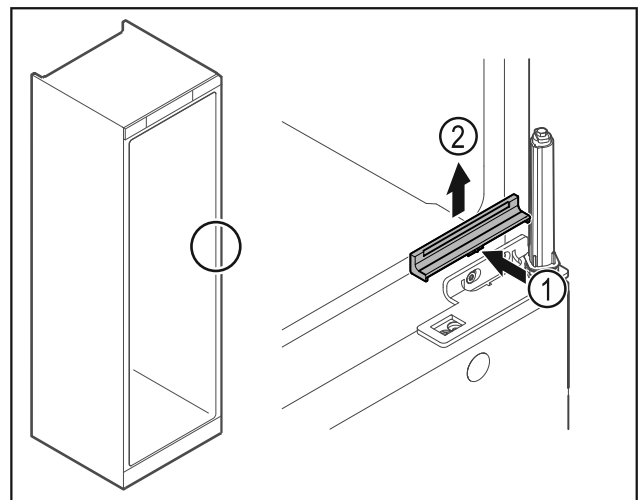

Fig. 25
- ▶ Zľahka zatlačte kryt Fig. 25 (1) v strede a odoberte ho nahor Fig. 25 (2).